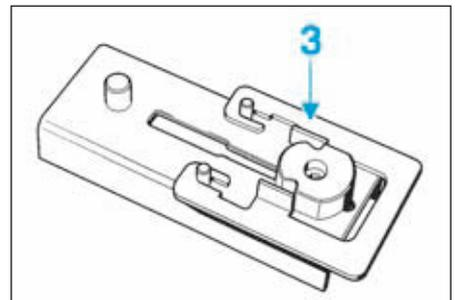

FIG.91
- Poser la rampe (3) de l'outil [1], adapté au support, sur le socle (Fig.91).